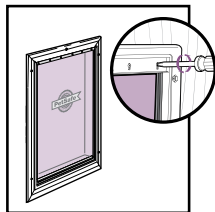

FIG. 13
1. Fjern skrueerne fra kæledyrslemmens indvendige ramme (fig. 13).